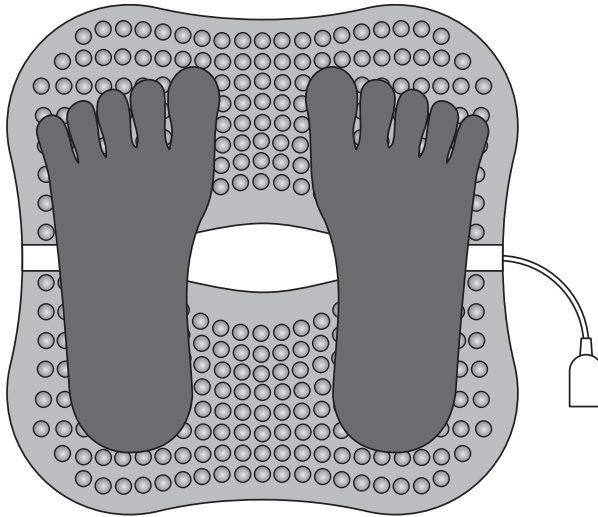

Abb.4. Richtige Fußlage auf der Elektrode
3.3. Stellen Sie nackte Füße auf die Elektrode so, dass die Trennlinie ungefähr in der Mitte des Fußes liegt (Abb.4). Indem Sie die Füße auf der Elektrodenoberfläche bewegen, finden Sie die Lage, die einen direkten Kontakt zu Elektrode sichert.
Achtung! Die richtige Fußlage auf der Elektrode ist in der Abbildung 4 dargestellt.